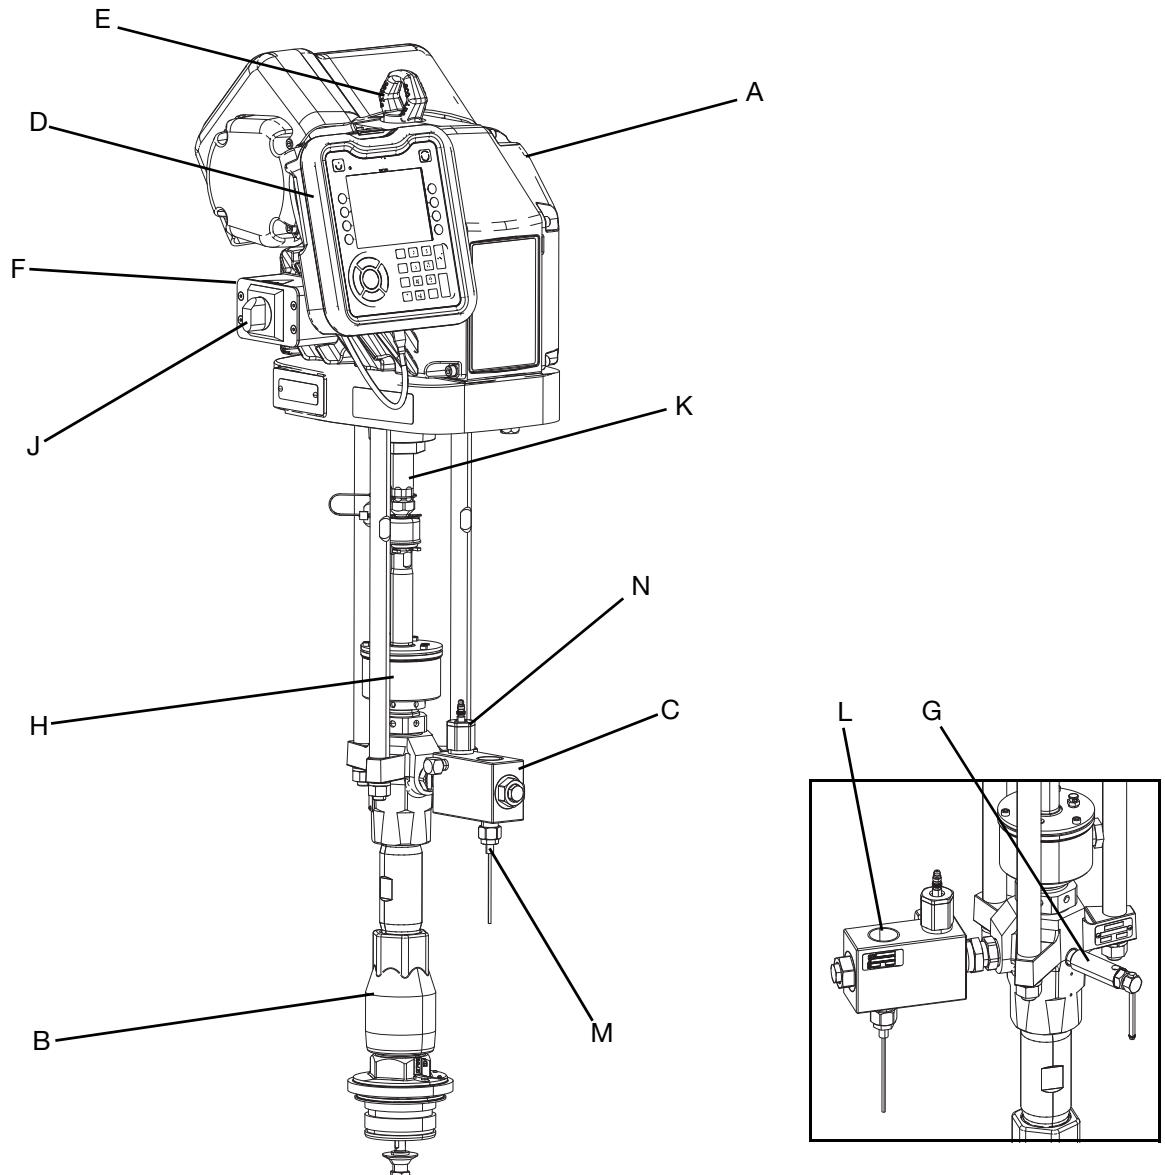

FIG. 1: Componenti E-Flo SP
Applicare una cinghia o un gancio nella corretta posizione di sollevamento. Sollevare dal pallett utilizzando una gru o un carrello elevatore. Vedere l'anello di sollevamento (E) in **Fig. 1** a pagina **7**.